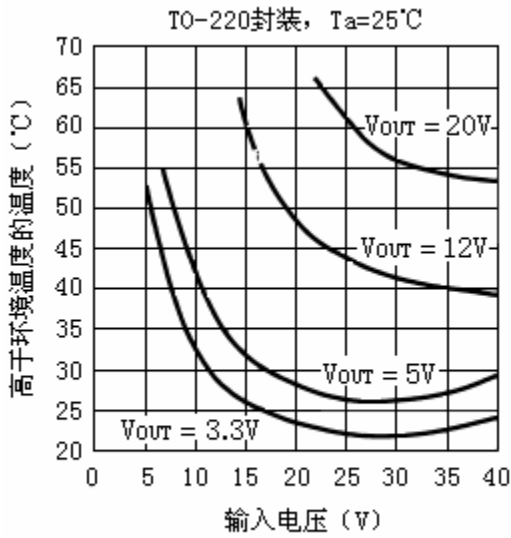

图17
8. 散热方面的一些考虑: HYM2596 有两种封装形式, 5 脚的 TO-220 (T) 和 5 脚的 TO-263 (S)。大多数情况下, TO-220 (T) 封装的 HYM2596 需要散热片, 散热片的尺寸由输入电压、输出电压、负载电流和环境温度决定。图 17 示出了负载电流为 3A, 输入电压和输出电压不同时 HYM2596 的温度高出环境温度的有关曲线。这些数据是在 HYM2596 作为开关调节器在环境温度为 25°C 是测出的, 这些温度上升的数据都是近似的, 而且有许多因素可以影响到这些温度, 环境温度越高, 需要散热的热量也就越多。TO-263 (S) 封装的 HYM2596 是要焊接在 PCB 板上的表面贴元件, 铜和 PCB 板有助于这种风中器件和其它需散热的元件, 入吸纳二极管和电感的散热。焊接这种封装器件的 PCB 上的覆铜区域至少要有 0.4 平方英寸, 更多的覆铜区域会改善散热特性, 但是, 当面积大于 6 平方英寸时, 在散热方面的改善就很小, 如果还需要进一步改善散热, 就建议使用覆铜区域大的多次多层 PCB 板或在通风的情况下使用。